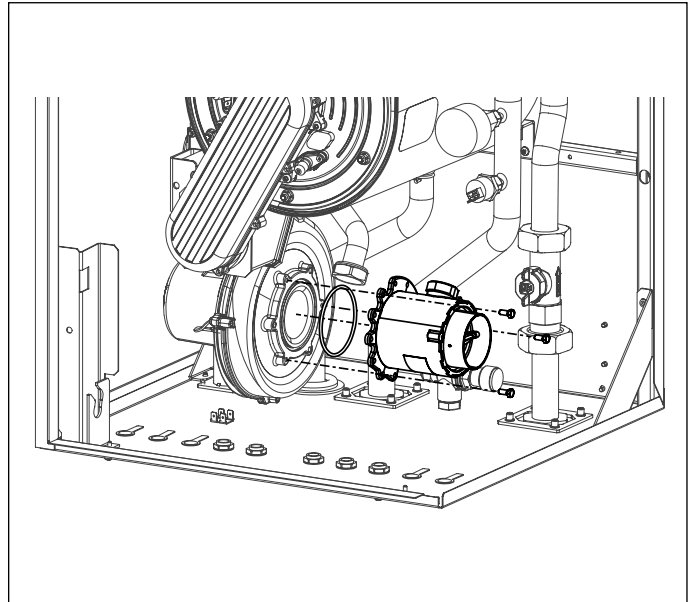

Fig. 43 Mezclador
- Quitar el mezclador desatornillando los tres tornillos Allen (ver Fig. 43 Mezclador).
- Montar el mixer ensamblado al ventilador con los tornillos Allen, teniendo cuidado de reposicionar la junta tórica de estanqueidad entre el mixer y el ventilador (ver Fig. 43 Mezclador).